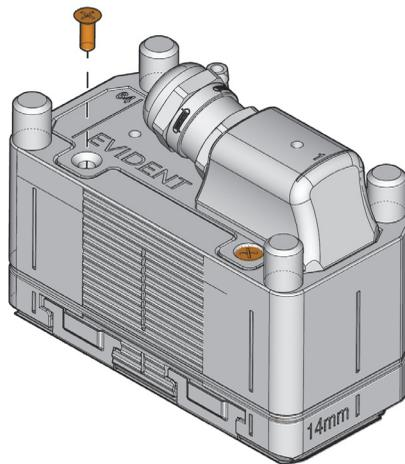

Figure 5-5 Vis de fixation de la sonde
2. Retirez les quatre vis qui retiennent la sonde sur son support (Figure 5-5 à la page 82).